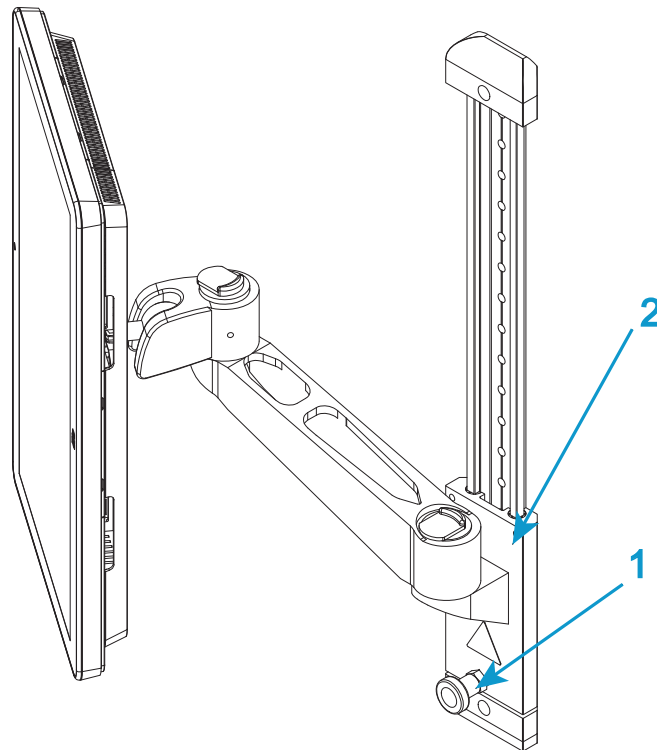

Figure 9. Réglage de la hauteur
1. Vous pouvez régler la hauteur du Tableau de bord de l'opérateur Bluehill® à la convenance de chaque opérateur. Desserrez le verrou (1 dans la Figure 9 à la page 48) et faites glisser le bras de montage (2 dans la Figure 9 à la page 48) à la hauteur souhaitée. Resserrez le verrou.